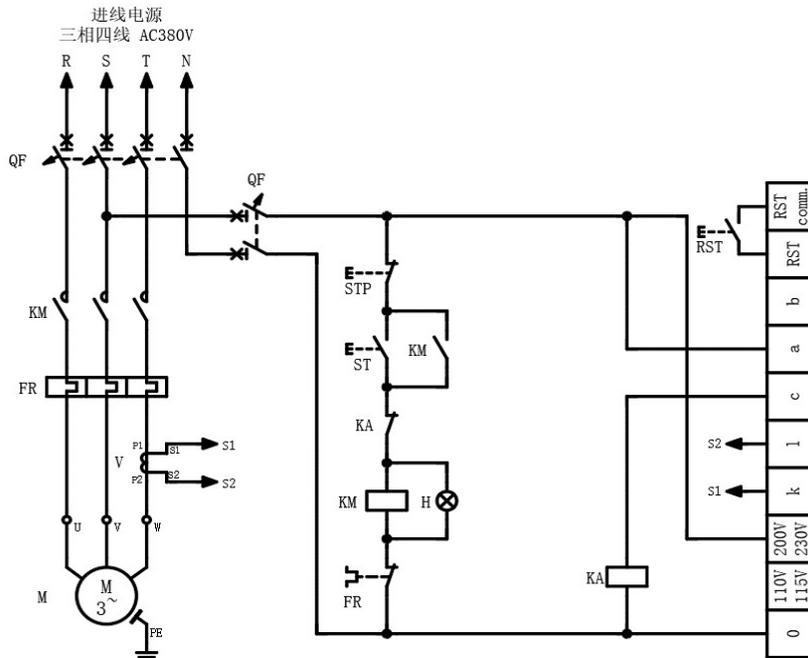
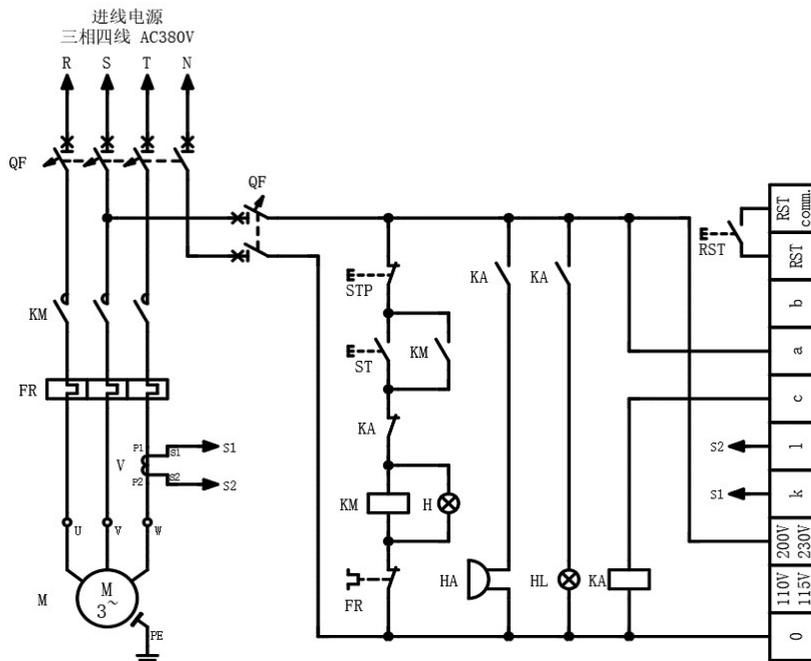

图2 标准线路 (例)
图3 警报线路 (例)
- 3) 图2显示标准线路例。但是，DRP输出接点a（端子台记号a）请在外部警报线路等（连接例图3）情况时使用。这种情况请务必安装继电器。